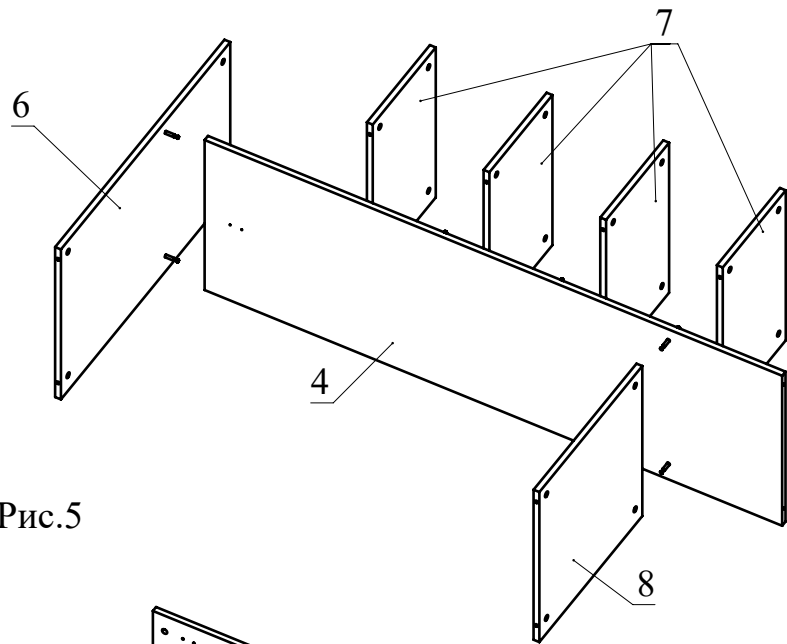

Рис.5
6. Установите детали 6, 7, 8 на деталь 4 и затяните головки минификсов по часовой стрелке до упора (Рис. 5).